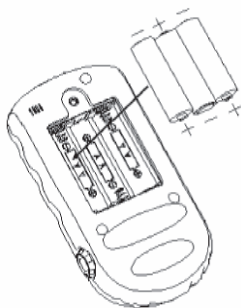

Figura 2-2
- Se forem fornecidas baterias alcalinas AA (não recarregáveis), de acordo com a marca de polaridade, inserir três baterias AA no compartimento de bateria, conforme mostrado na Figura 2-2.